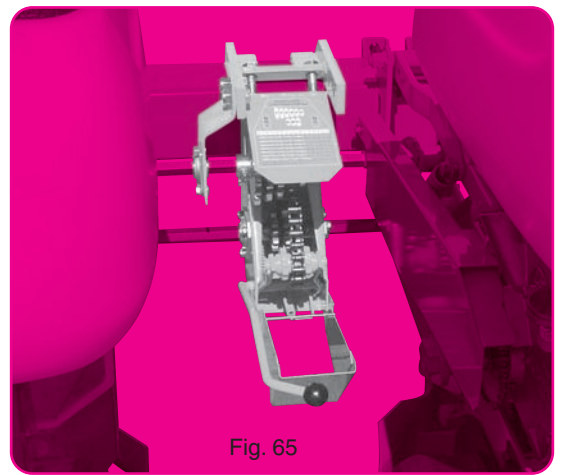
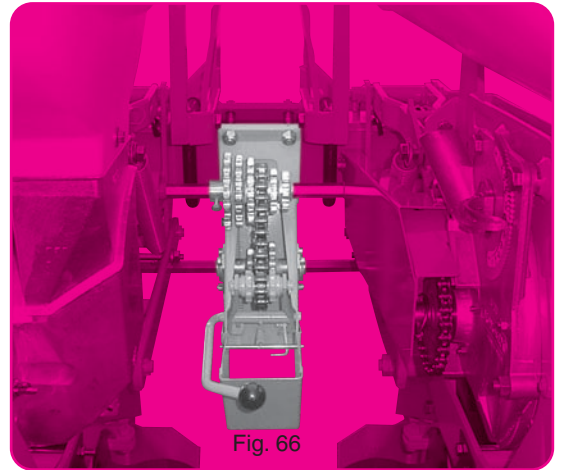

Fig. 65
Fig. 66
- Montage déporté (fig. 65) pour semoir à nombre de rangs impair. La boîte se place à gauche et au plus près de l'élément central : pour cela supprimer 1 des paliers ④ support axe hexagonal.
- Montage pour semoir de 35-40 cm d'inter-rangs (fig. 66) en supprimant les 2 paliers ④.
Seitlich gesetzte Montage (Abb. 65) für Sämaschinen ungerader Reihenanzahl und Reihenabstände unter 45 cm. Das Wechselgetriebe wird links und ganz nah am mittleren Element angebracht. Bei dieser Stellung ist die Lagerstütze ④ zu entfernen. Montage für Sämaschinen mit Reihenabstand von 35-40 cm (Abb. 66). Bei dieser Stellung sind beide Lager ④ zu entfernen.
- Offset assembly (fig. 65) for planters with an odd number of rows and inter-row spacing under 45 cm (18"). The gearbox is then mounted on the left and as close as possible to the central metering unit. To do so, remove one of the bearing fingers ④ which support the hexagonal shaft.
- Assembly for planters with 35-40 cm (14-15") inter-row spacing (fig. 66) : remove the 2 bearings. ④
\* Сборка со смещением (рис.65) для сеялок с нечетным количеством рядов и расстоянием между рядами менее 45 см. Коробка передач монтируется слева и как можно ближе к центральному дозатору. Для этого необходимо снять одну несущую пластину ④, которая поддерживает шестигранный вал.
\* Сборка для сеялок с расстоянием между рядами 35-40 см (рис.66) : снимите 2 несущих пластины ④.